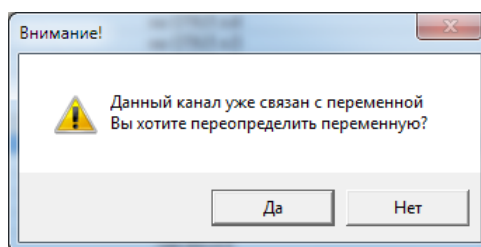

Рис. 13 Предупреждающее сообщение
1. Щелчком левой кнопки мыши выбирается вход или выход из списка в левом или правом столбцах. Если входу (выходу) уже присвоено значение переменной – появляется сообщение, показанное рис. 13;